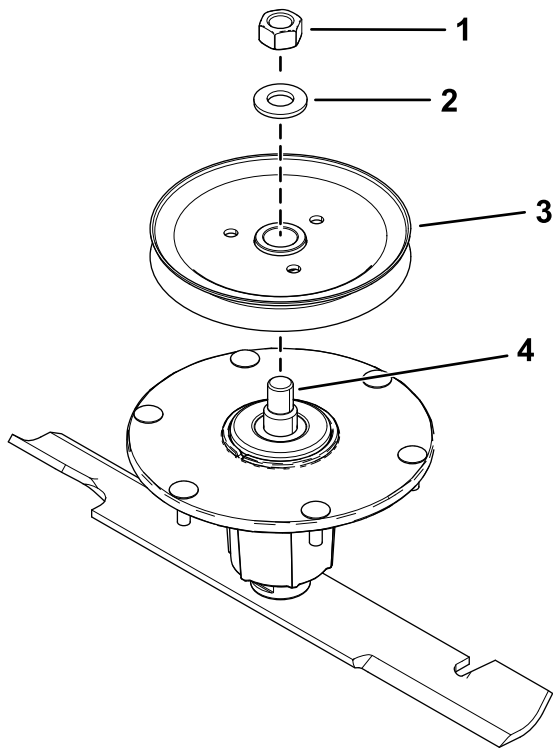

Bild 6
2. Entfernen Sie die obere Mutter, die Unterlegscheibe und die Laufrolle von der Spindel (Bild 6).